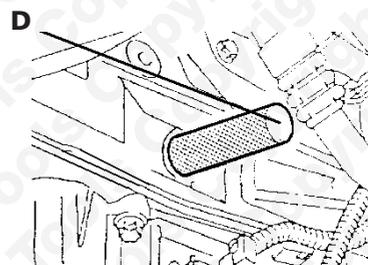

Fig. 4
4. L'outil de calage de la roue dentée de la pompe à carburant (A+B) permet d'obtenir la position de calage correcte par action sur la chaîne simplex et la roue dentée de l'arbre à cames. Poser d'abord verticalement la clé spéciale sur la roue dentée, puis poser l'ensemble support sur la culasse. A l'aide d'une clé à carré conducteur de 1/2", exercer une légère pression pour faire tourner l'arbre à cames dans le sens anti-horaire (sens inverse à celui de la rotation du moteur). La vis tourne jusqu'en butée avec la clé spéciale et elle reste dans cette position. (voir la Fig.4)